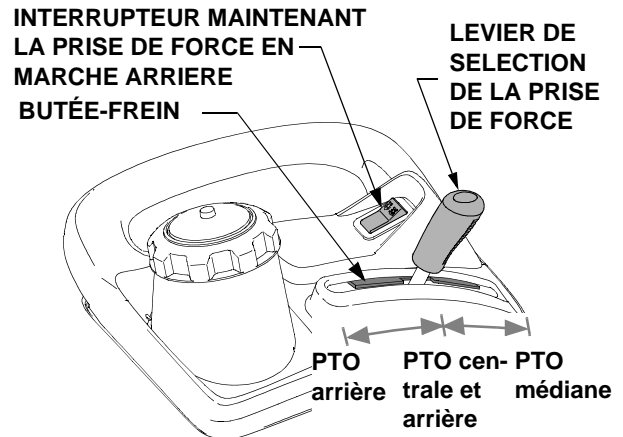

Figure 19
- Déplacez le levier de sélection de la prise de force en arrière pour sélectionner la prise de force arrière. Elle sert à entraîner des équipements conçus pour fonctionner à une vitesse entrante de 540 t/mn. Voir la Figure 19.
- Déplacez le levier de la prise de force en avant pour sélectionner la prise de force centrale. Elle sert à entraîner des équipements conçus pour fonctionner à une vitesse entrante de 2000 t/mn. Voir la Figure 19.
- Déplacez le levier de la prise de force vers la position médiane pour sélectionner à la fois la prise de force centrale et la prise de force arrière. Ces deux prises de forces fonctionnent simultanément une fois que vous activez l'interrupteur de la prise de force. Voir la Figure 19.
Cet interrupteur de maintien, situé sur l'aile *gauche* du tracteur, permet de maintenir la prise de force activée tandis que le tracteur roule en marche arrière. Voir la Figure 19.